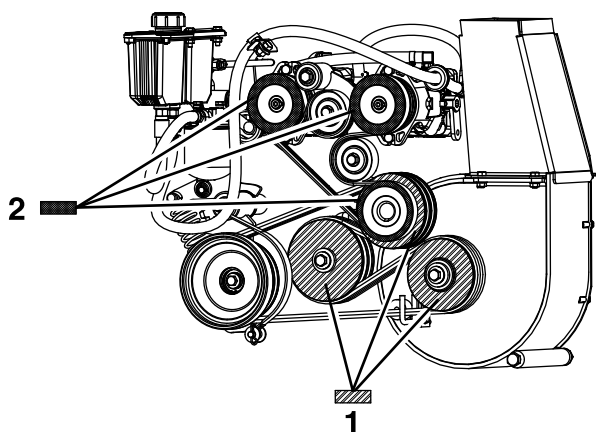

Рисунок 66
8. Взяв шкив воздуходушки в качестве линии отсчета, переместите двигатель и передаточный вал так, чтобы задняя поверхность всех 3 шкивов была выровнена с отклонением в пределах 0,8–1,6 мм (**Рисунок 66**).
4. Используя проверочную линейку, выровняйте каждый шкив насоса относительно шкива двигателя, сдвинув их по валу насоса (Рисунок 66).